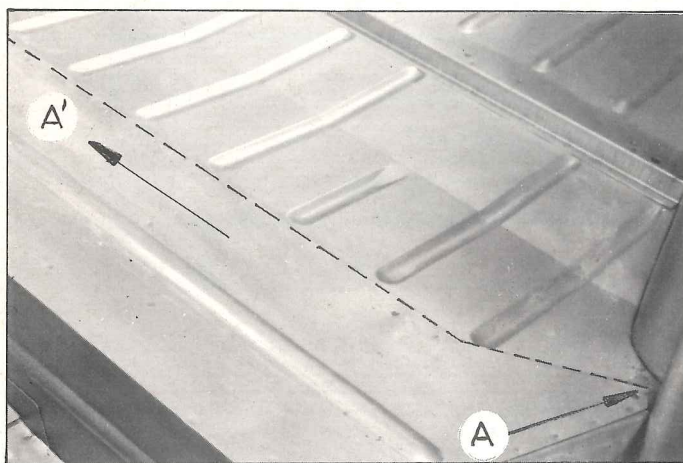

Fig. 6
7. Souder, dans la caisse suivant AA', comme indiqué (fig. 6).